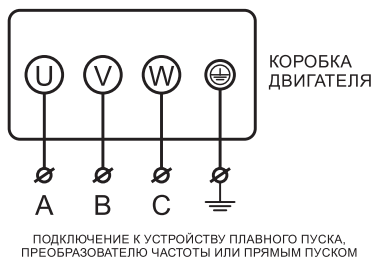

Рисунок 1
12.1 Заводское соединение обмоток двигателя предполагает его работу от трехфазной сети переменного тока с напряжением 380 В. Двигатель вентилятора необходимо подключать в соответствии с разрешенной схемой соединения (см. рисунок 1).